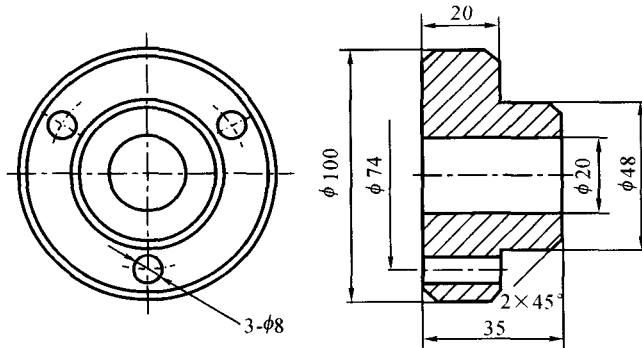

图 1-2 圆盘零件图
(1) 工序 一个(或一组)工人在一个工作地点对一个(或同时对几个)工件连续完成的那一部分工艺过程。划分工序的主要依据是工作地是否变动和工作是否连续。同一零件,同样的加工内容可以有不同的工序安排,例如,图 1-2 所示零件可以安排在两个工序中完成(表 1-1);也可以安排在四个工序中完成(表 1-2),还可以有其他安排。工序的安排和工序数目的确定与零件的技术要求、零件的数量和现有的工艺条件有关。